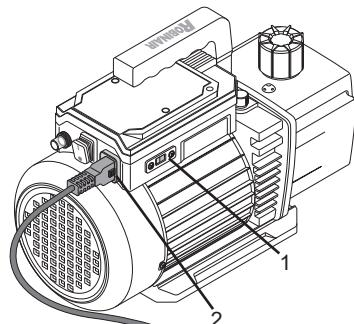

Figura 3
1. Impostare il selettore di tensione (1) come necessario per garantire che l'impostazione della tensione corrisponda alla potenza nominale di alimentazione alla presa (vedi Figura 3).
3. Collegare il cavo di alimentazione (2) alla pompa per vuoto(vedi Figura 3).